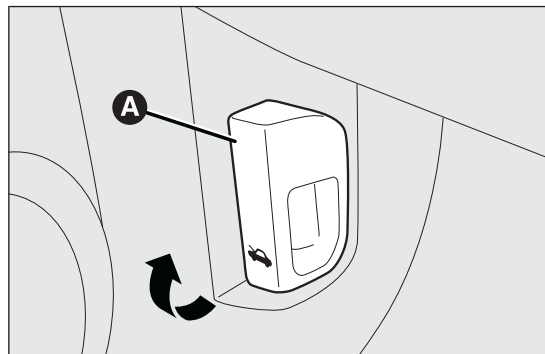

fig. 83
- ☐ tirar de la palanca A fig. 83 en el sentido indicado por la flecha;